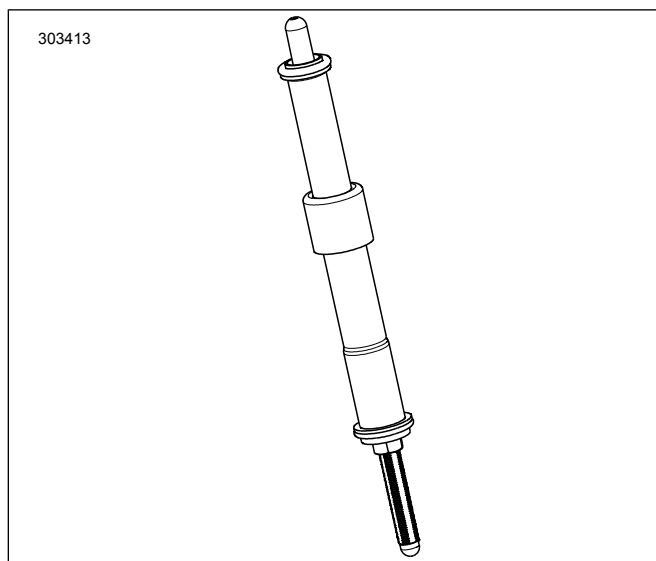

Figure 2. Tige de poussée installée dans le couvre-tige
7. Voir la Figure 2. Installez les tiges de poussée d'admission dans les couvre-tiges. Remplacez les joints toriques, abaissez le couvre-tige et la clavette de la gaine de ressort avec les nouveaux composants fournis dans le kit. Veillez à ce que le bout correcteur de la tige de poussée est abaissée.